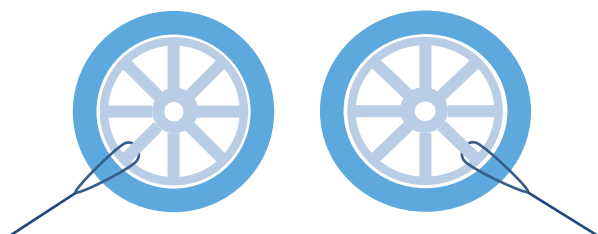

Figura 2
- Per fissare il veicolo nel container su rack o pallet in legno, vedere la Figura 2. Deve essere assicurata la protezione contro i movimenti laterali.